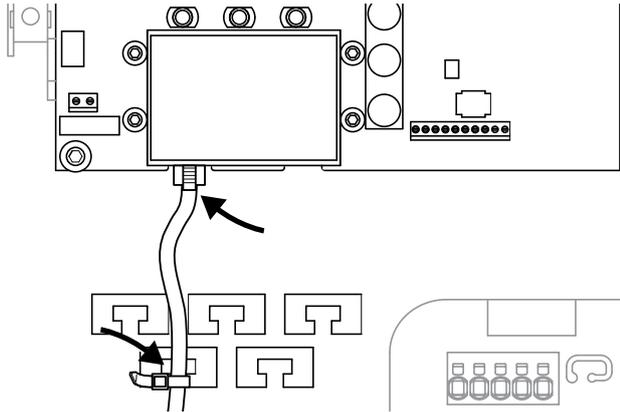

Fig. 41 : Fixation du câble sur le support de câbles
1. Fixer correctement tous les câbles avec un serre-câble sur le support de câbles.  **Fig. 41**